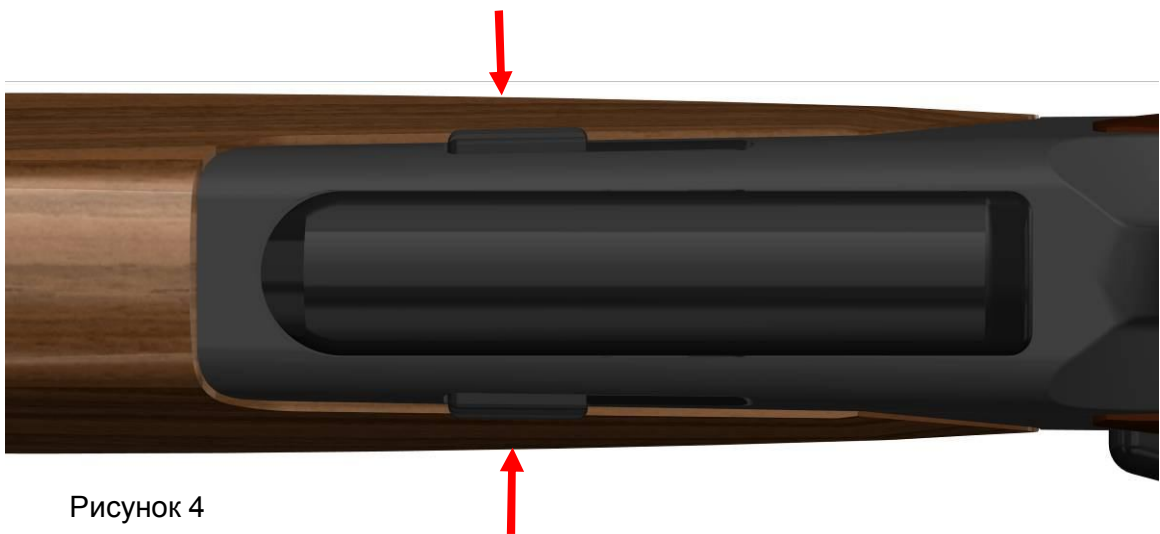

Рисунок 4
(1) Магазин путём воздействия на оба фиксатора магазина (рис. 4) вынуть из шахты нижней части ствольной коробки.
- (1) Магазин путём воздействия на оба фиксатора магазина (рис. 4) вынуть из шахты ствольной коробки системы.